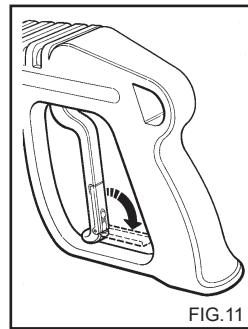

FIG.11
- Når rengjøringsmaskinen ikke er i bruk må sikkerhetsanordningen på håndtaket lukkes (fig 11).